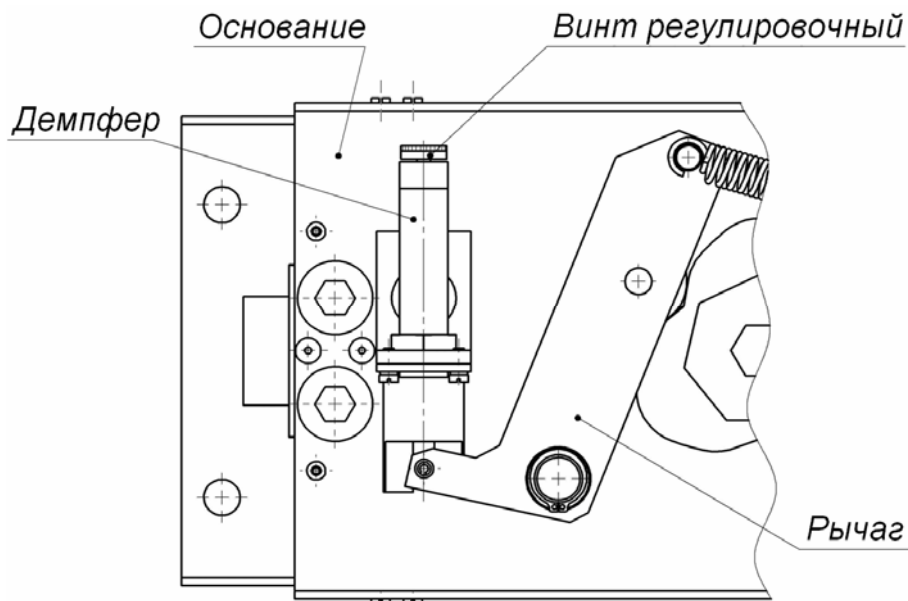

Рисунок 21. Демпфер турникета PERCo-RTD-15.2, расположенный в балке привода (13) (вид сверху)
2. отверните шестигранным ключом S1,5 стопорный винт, расположенный на торце *регулировочного винта* демпфера (см. рис. 21); регулировочный винт демпфера в состоянии поставки установлен на делении 5 (в среднем);
8. установите в рабочее положение кожух (14);